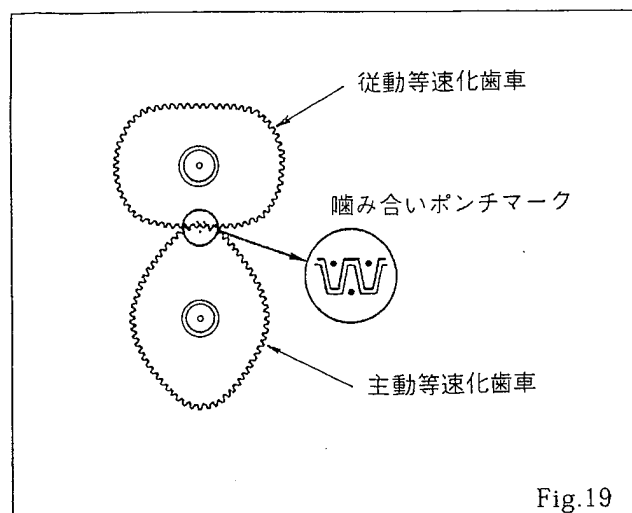

Fig.19
- ⑥ 減速部 (300) を組付ける際、等速化歯車の合マークを必ず合せてください。(Fig.19)
- ⑦ 最後に手でオーバル回転子を1回転以上回転させ、回転子および等速化歯車が異常なく回転することを確認してください。